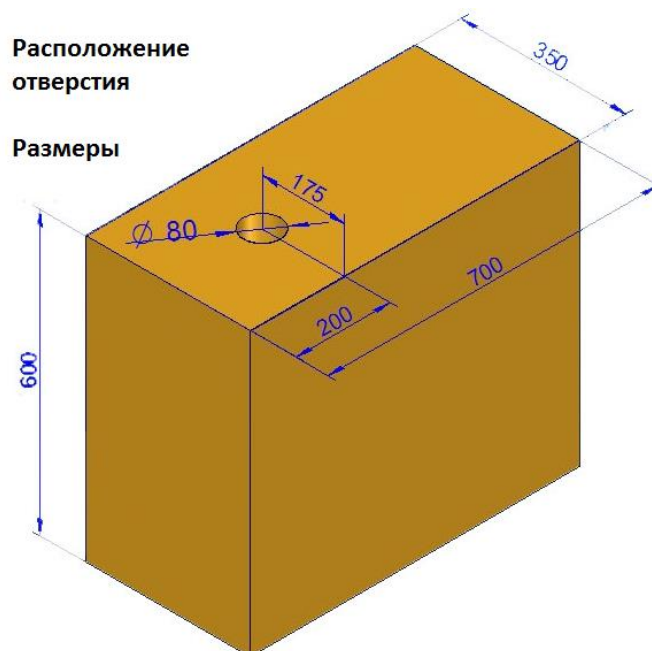

Рисунок 2.1 – Отверстие для хода винта
3. Сделайте отверстие ϕ 80 мм в соответствующем месте на рабочем столе, чтобы обеспечить свободный ход винта вверх и вниз (рис.2.1).